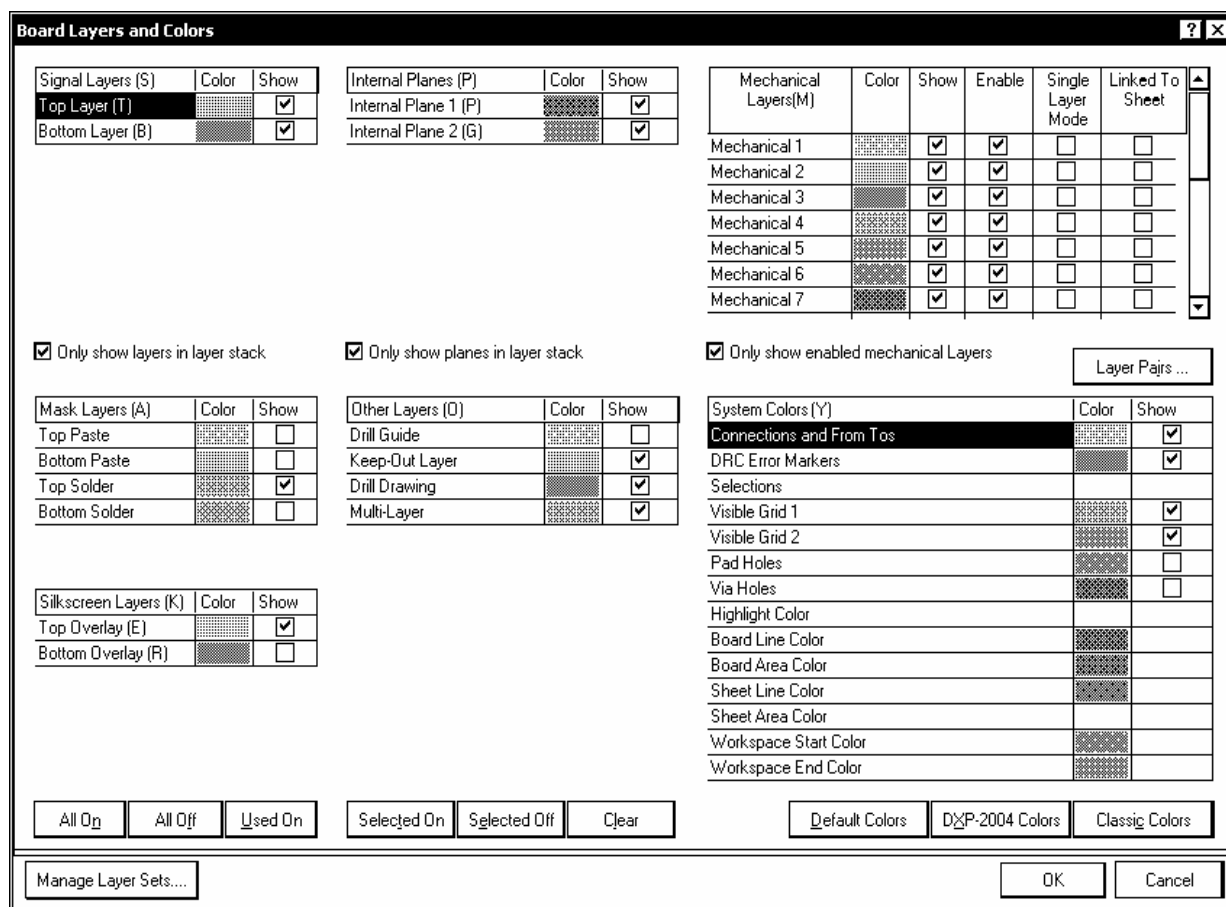

Рис. 4.8
Для управления структурой слоев активизируется команда главного меню Design>>Board Layers and Colors. Открывается одноименное диалоговое окно, в котором представлена структура слоев созданной нами заготовки печатной платы (рис. 4.8).
- активировать опцию Only show enabled mechanical layers: при этом в диалоговом окне (рис. 4.8) останется видимым список только активизированных слоев.
Кроме управления свойствами слоев, в диалоговом окне на рис. 4.8 представлены функции управления цветом и видимостью целого ряда объектов, не принадлежащих определенным слоям, но являющихся принадлежностью проекта – сеток, линий электрической связи (Connections), маркеров ошибок DRC-контроля, отверстий контактных площадок (Pad Holes), отверстий у межслойных переходов (Via Holes) и др.